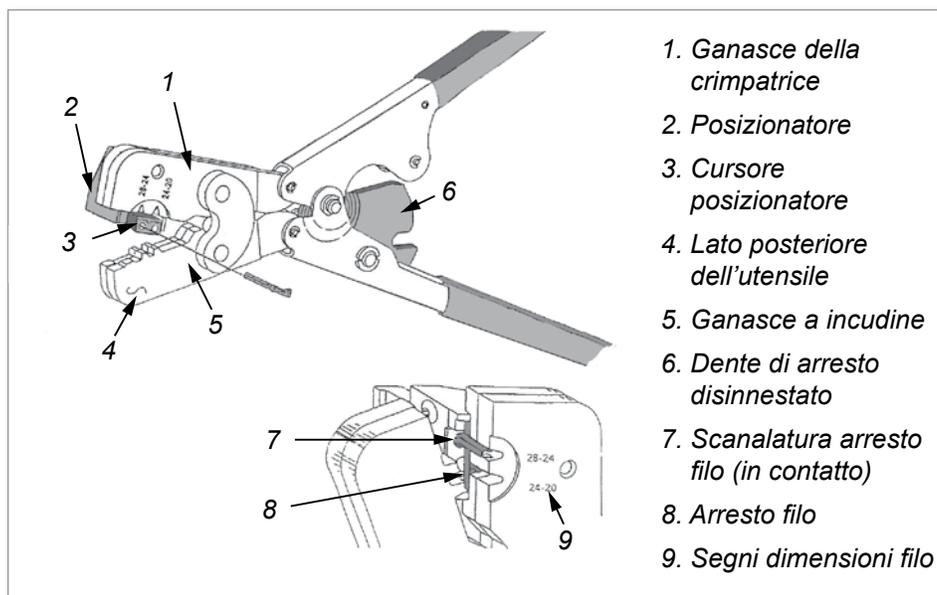

Figura 19-34 Crimpatrice
- crimpatrice - vedere la Figura 19-34